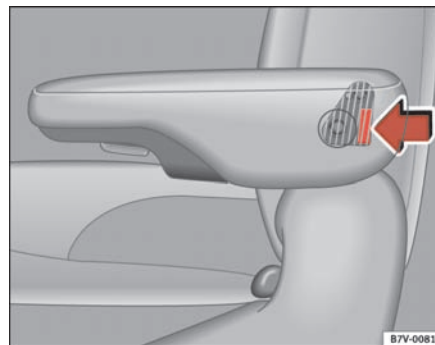

Fig. 95 Aftageligt armlæn: knap
- Tag fat bag på armlænet, og tryk knappen ⇒ side 126, fig. 95 i pilens retning.